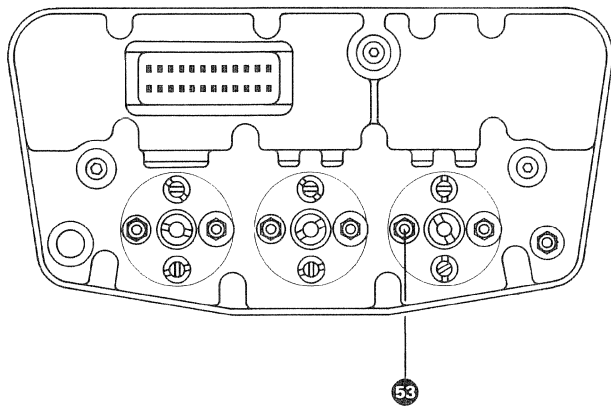

Fig. 7.2.-1
4. Mit Mutter 53 (Fig. 7.2.-1.) Wiedergabekopf auf maximalen Ausgangspegel einjustieren.
3. Tonfrequenz-Millivoltmeter wechselweise an Leitungs-Ausgang 1 16 und 2 36 anschliessen und mit Mutter 53 (Fig. 7.2.-1.) auf maximale, identische Ausgangspegel einstellen.
4. Adjust reproduce head for maximum output level by means of nut 53 (Fig. 7.2.-1)
3. Connect AF millivoltmeter alternately to line outputs channel 1 16 and channel 2 36 ; adjust reproduce head for maximum output levels by means of nut 53 (Fig.7.2.-1).